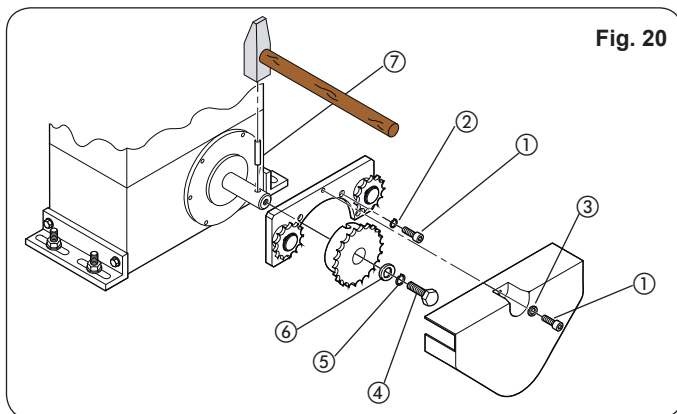
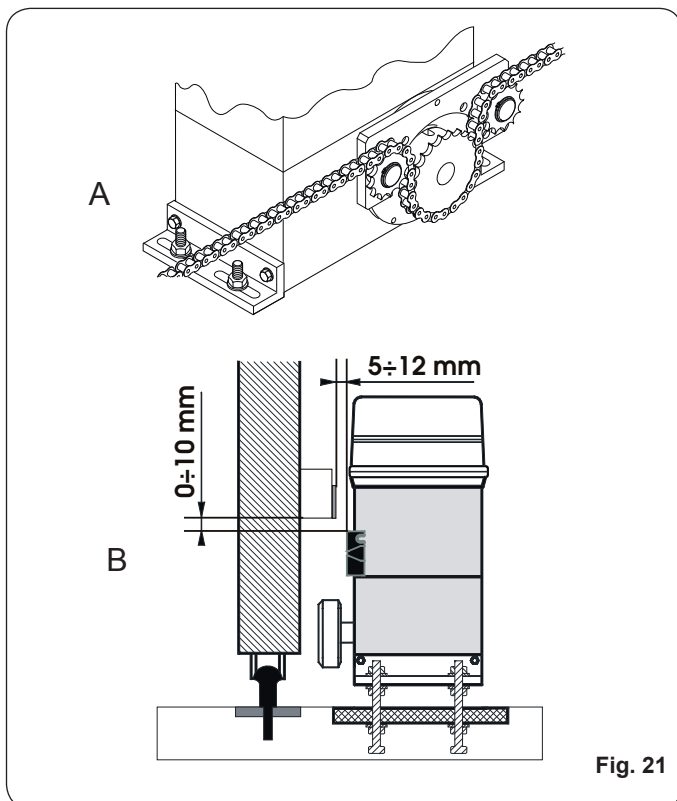

Fig. 20
Fig. 21
4.5.2 MOD. 844 ER RF (FIG. 20 - 21)
1. Inserir o pino elástico ⑦ na árvore utilizando um martelo.
2. Aplicar na flange do motorreductor o suporte dos reenvios livres, utilizando os quatro parafusos ① (M5 x 12) e as respectivas arruelas ② presentes no kit, como indicado na Fig. 20.
3. Aplicar o pinhão com corrente na árvore fazendo coincidir os alojamentos do pinhão com o pino elástico e apertar o parafuso ④ e as respectivas arruelas ⑤ e ⑥.
4. Passar a corrente conforme as indicações da Fig. 21 ref.A e montar o cárter de cobertura com o parafuso ① e a arruela ③ da Fig. 20.
5. Para os operadores com fim de curso MLS, providenciar a colocação dos suportes para o posicionamento dos ímãs fornecidos com o equipamento, de acordo com as cotas indicadas na fig. 21 ref.B.